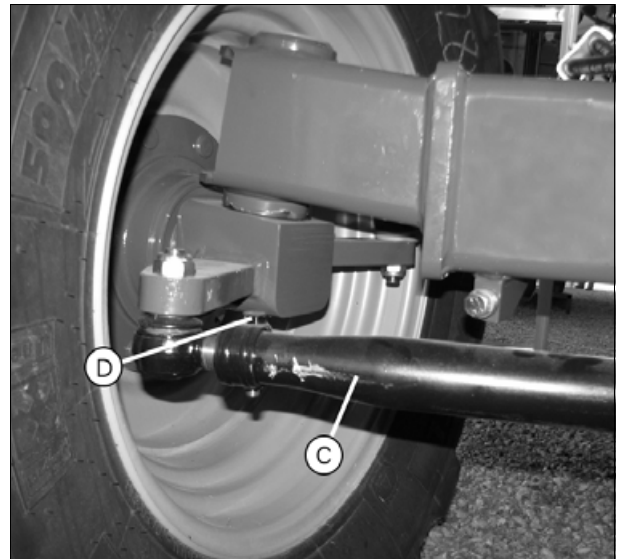

Рис. 12.
2. Измерьте расстояние между шинами на уровне двух передних и задних меток. Схождение колес составляет разность между расстояниями, измеренными между передними (E) и задними метками (F) задних колес. Схождение колес стандартной задней оси должно находиться в диапазоне от -1 мм до -7 мм. Схождение колес задней оси полного привода должно находиться в диапазоне от -2 мм до -6 мм.
3. Затяните болты (D) (рис. 12) по окончании регулировки схождения колес.